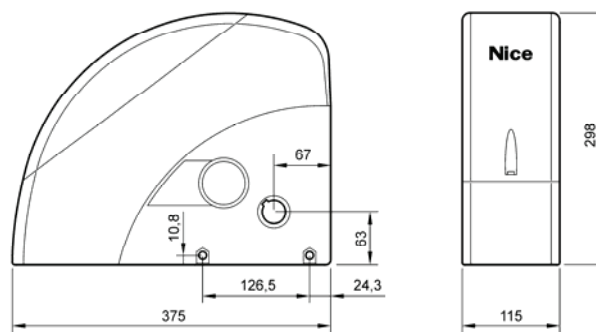

Fig. 2
• Vérifier que l'environnement choisi pour l'installation est compatible avec l'encombrement total de l'opérateur Soon (Fig. 2).
3.3 VÉRIFIER LES LIMITES D'UTILISATION DU PRODUIT (voir Fig. 2)